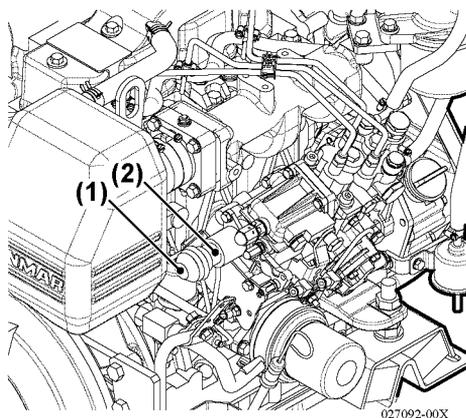

Abbildung 5
Wenn der Motor mit der Stopptaste nicht abgestellt werden kann, Motor abstellen durch Drücken der Taste (**Abbildung 5, (1)**) an der Rückseite des Stoppmagnetventils (**Abbildung 5, (2)**).